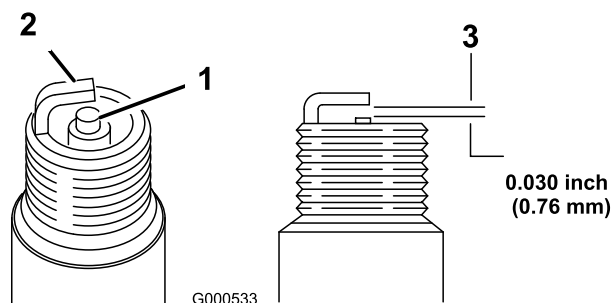

Figura 26
5. Regolate la distanza tra gli elettrodi della candela a 0,76 mm, come illustrato in Figura 26.